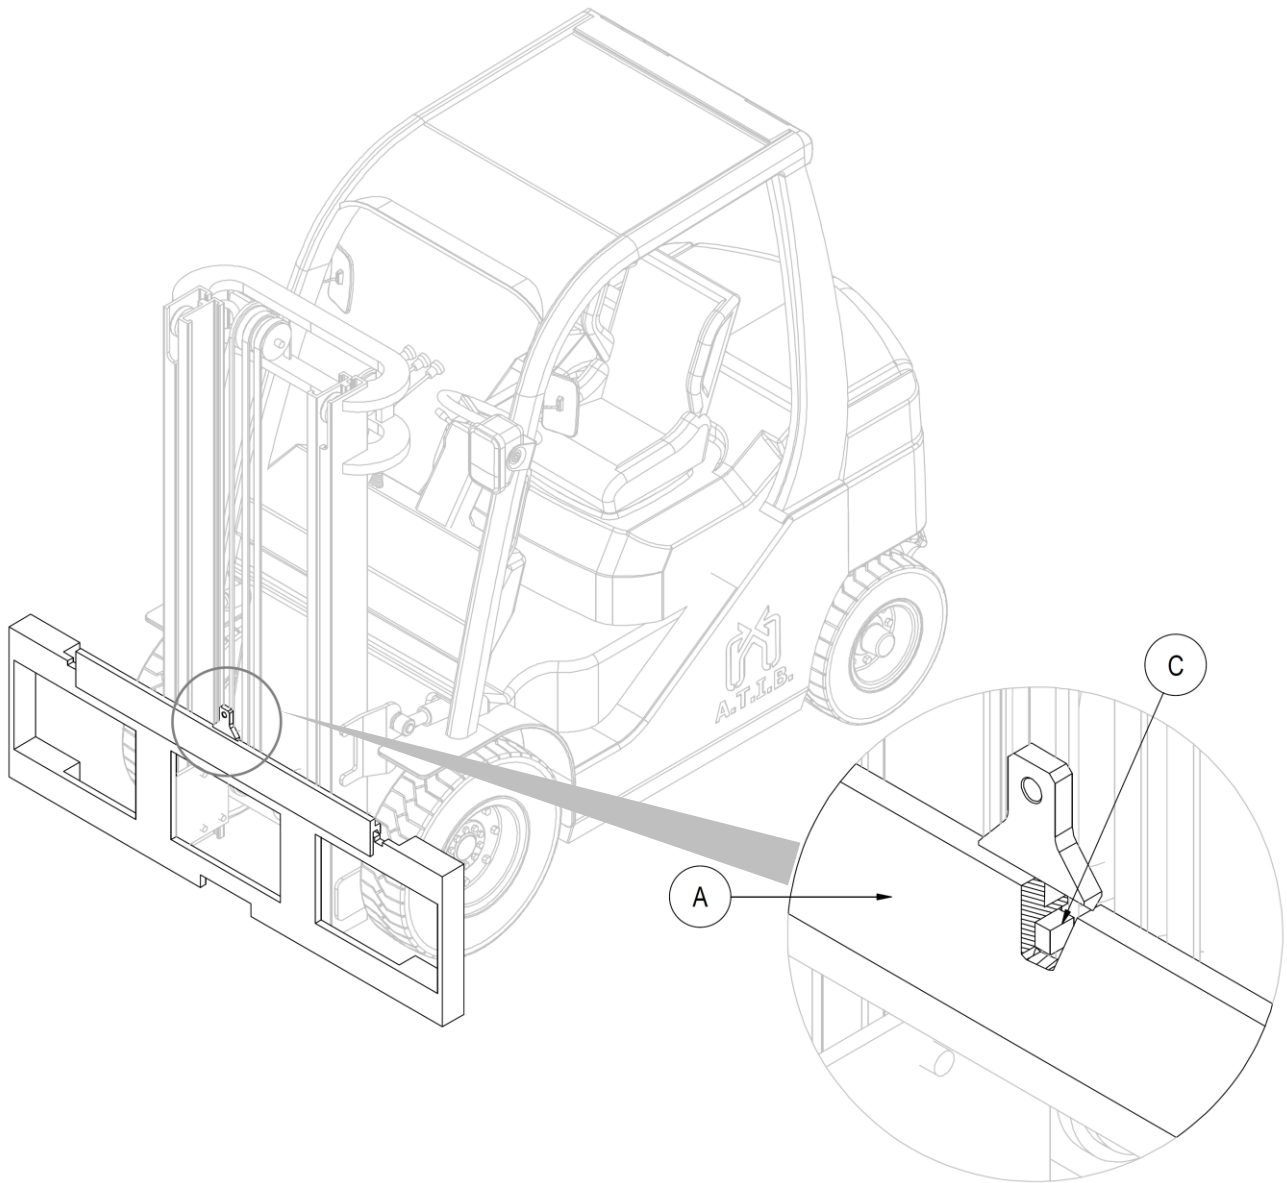

Figure 3
- Après avoir retiré le vérin de translation, prendre manuellement le double crochet A et le positionner sur le profil supérieur de la plaque du tablier porte-fourche, en prenant soin d'engager la goupille de centrage C sur l'encoche centrale de la plaque (voir *Figure 3*).